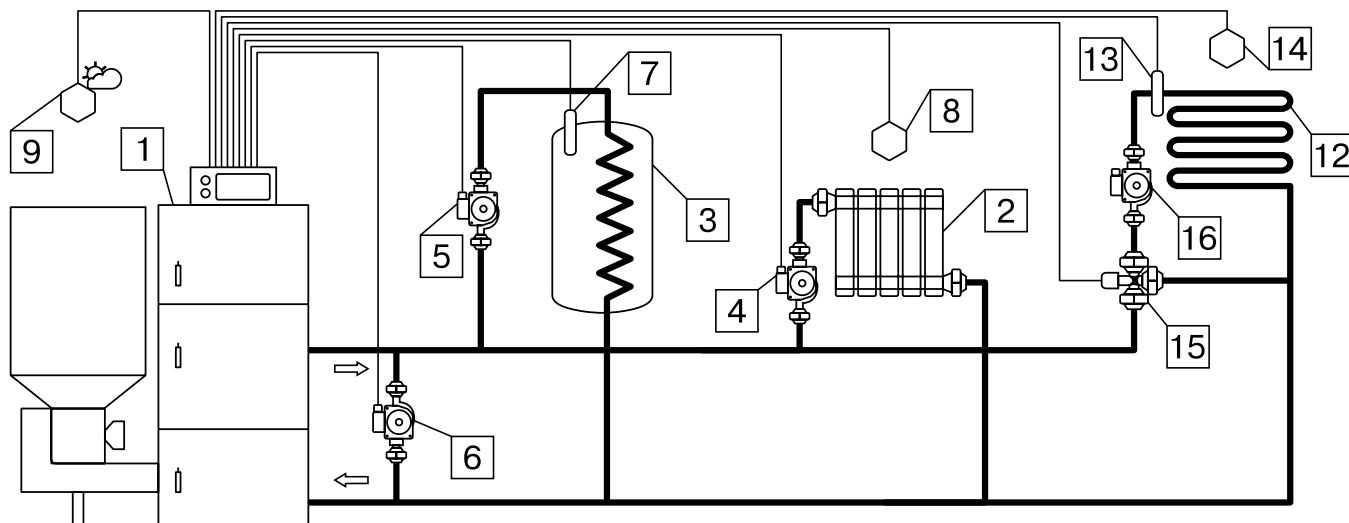
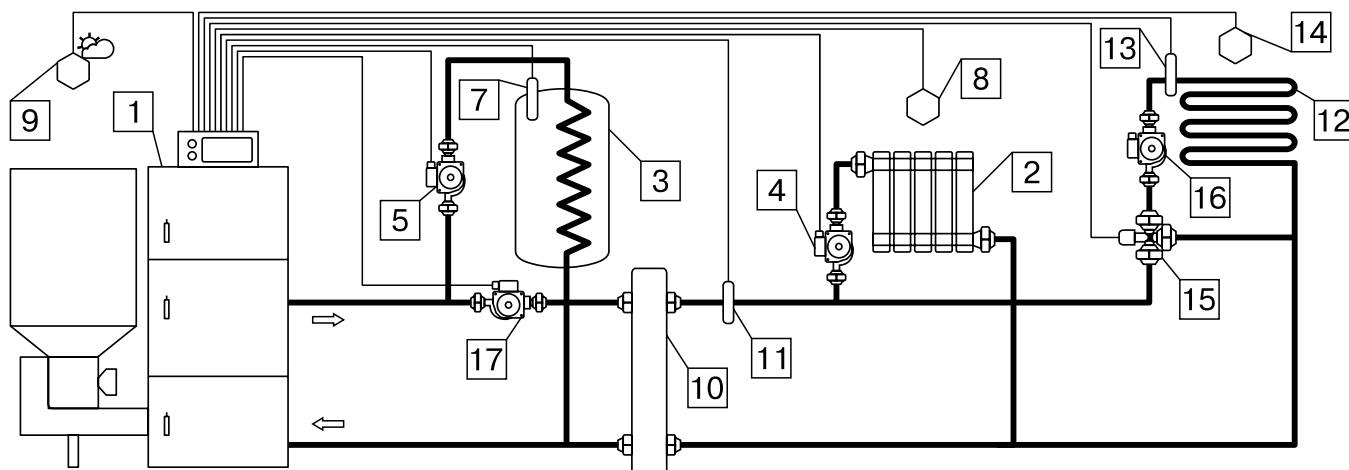

Рис.4 Упрощенная схема подключения котла с узлом рециркуляции.
Рис.5 Упрощенная схема подключения котла с гидроразделителем, контуром ГВС и теплого пола.
В схеме с гидроразделителем насос РЦ устанавливается как насос первичного контура гидроразделителя (см.Рис.5, поз.6).
7.1. Упрощенные варианты схем монтажа котла с закрытой системой отопления представлены на Рис.4; Рис.5. Представленные схемы не заменяют проектного чертежа закрытой системы отопления и предназначены только для просмотра!